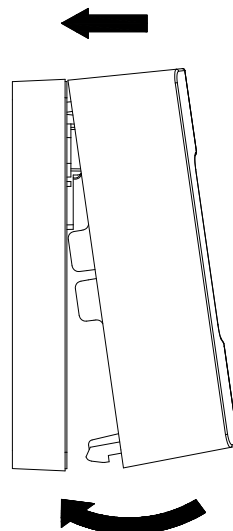

图 2 安装示意图
- 接线并检查无误后，扣上上壳。安装方式：先安装上部卡扣，再扣紧底部卡扣，如图 2 所示。